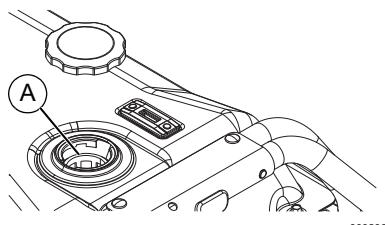

Figura 2-8. Cómo añadir el combustible recomendado
- Añada lentamente el combustible recomendado. No llene arriba del indicador de combustible rojo (A). Vea la **Figura 2-8**.